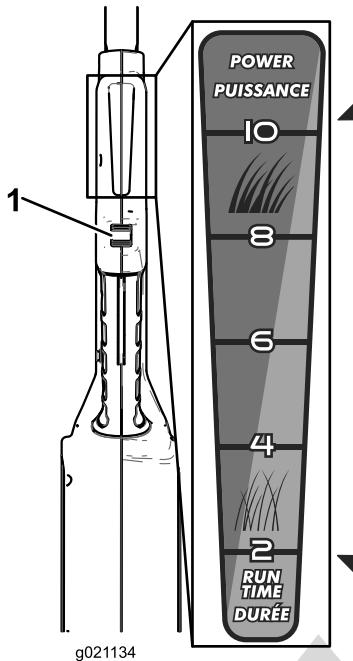

Figura 9
- Mueva la rueda de control hacia adelante para aumentar la velocidad del motor, y hacia usted para reducir la velocidad del motor (Figura 9).